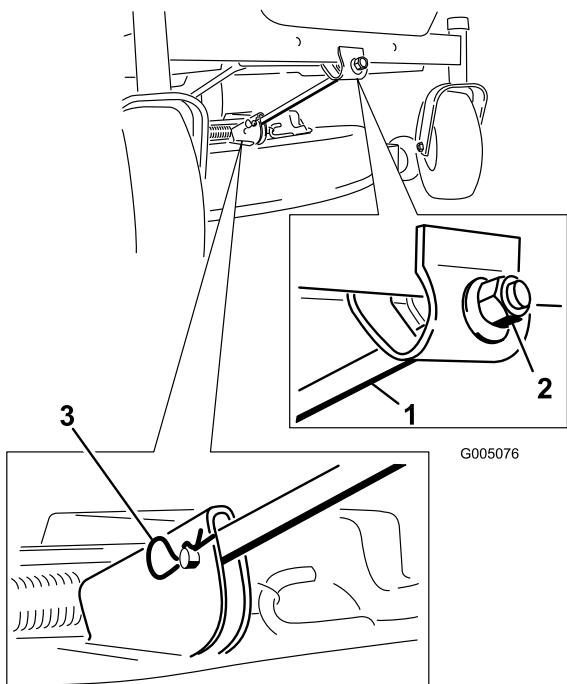

Figura 45
- Togliete la coppia a forcina e il perno con testa dall'asta di sostegno anteriore (Figura 45). Abbassate con cautela la parte anteriore del piatto di taglio fino al suolo.
- Montate l'asta di sostegno anteriore sul piatto di taglio con il perno con testa e la coppiglia a forcina (Figura 45).